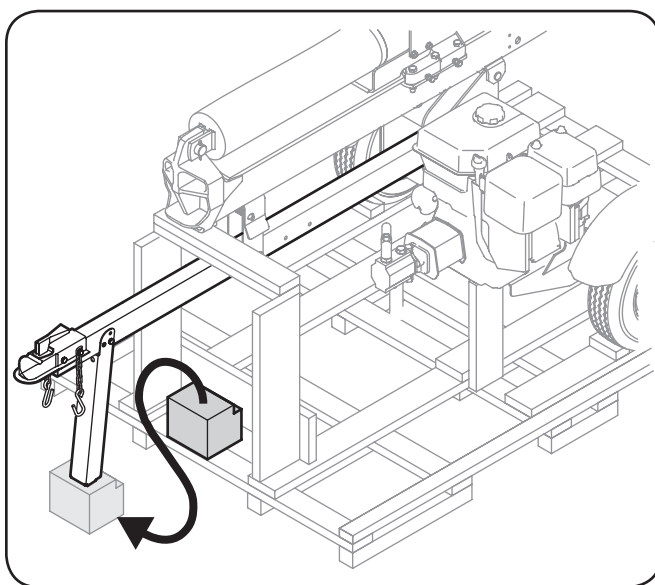

Figura 3-5
3. Con cuidado, haga palanca en el bloque de madera pequeño de la base de la caja y ubíquelo debajo del gato. Consulte la Figura 3-5.